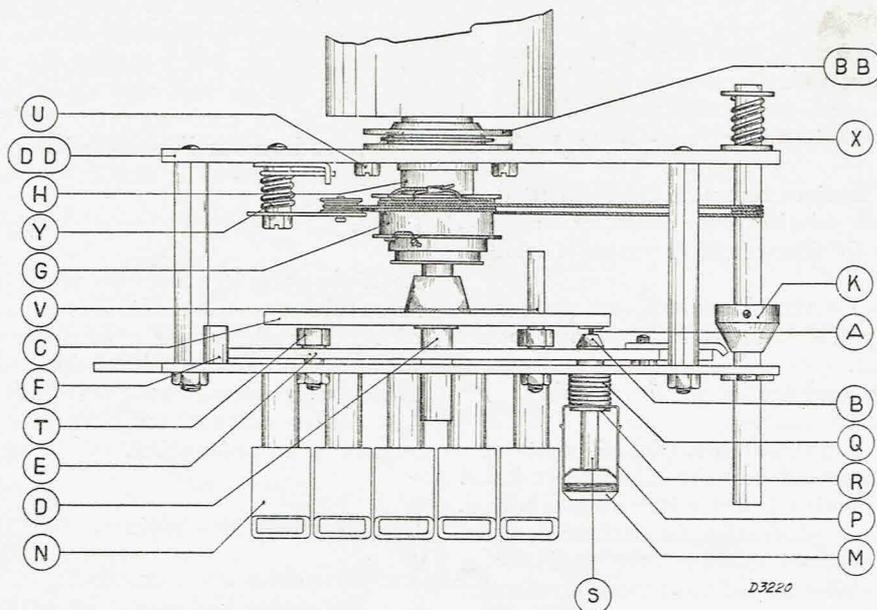

Fig. 8
Remarque: Au cas où la petite vis A ne peut être suffisamment manoeuvrée, il est nécessaire de faire tourner légèrement le tambour G (fig. 8).
4. a. Si l'appareil reste bien accordé, tourner la vis de réglage A vers le droite (figure 8) à l'aide d'une clé de réglage jusqu'à ce que l'appareil soit désaccordé.
b. Si l'accord de l'appareil est modifié, tourner la vis de réglage A (figure 8) vers la gauche à l'aide d'une clé de réglage jusqu'à ce que l'on perçoive à nouveau la station désirée.
Remplacement des pièces constitutives d'un bouton poussoir (figure 8).